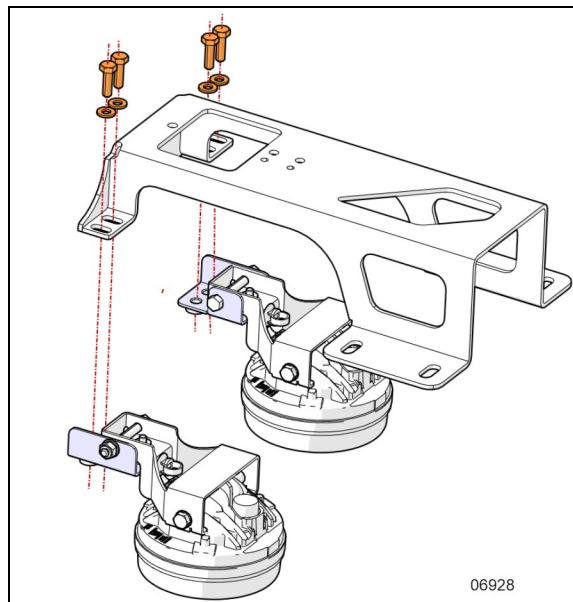

FIGURA 98: DESMONTAJE DEL SUBENSAMBLE DE LA LUZ ANTINEBLA
3. Retire los tornillos que soportan el subensamble de la luz antiniebla en el soporte de la defensa (Figura 98).